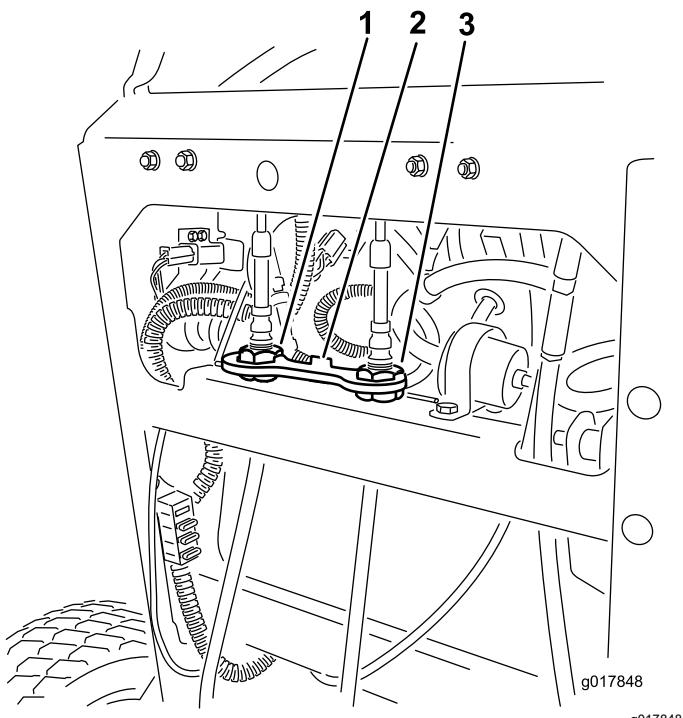

Figura 70
6. Montate il blocco del cavo sui dadi di regolazione del cavo per fissare la regolazione (Figura 70).